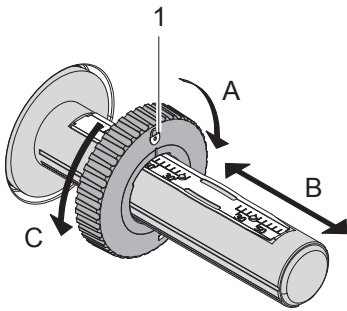

Figura 11 Setarea opritorului lateral
3. Reglați opritorul lateral (1) pe derulator (3) în conformitate cu lățimea benzii (Figura 11):
- Stabilizați derulatorul și deblocați opritorul lateral (1) prin rotire în direcția A.
- Împingeți opritorul lateral (1) în direcția B și reglați-l la lățimea benzii prin intermediul scalei.
- Stabilizați derulatorul și blocați opritorul lateral (1) prin rotire în direcția C.
4. Împingeți rola cu banda (5) până la opritorul lateral (1) pe derulator (3), astfel încât stratul de vopsea de pe bandă să fie orientat în jos la desfășurare.